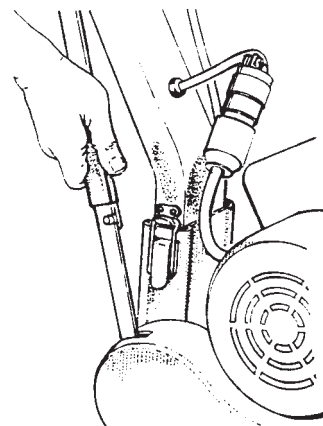

Figure 6
2. Installer la poignée et fixer les loquets. Voir Figure 6.